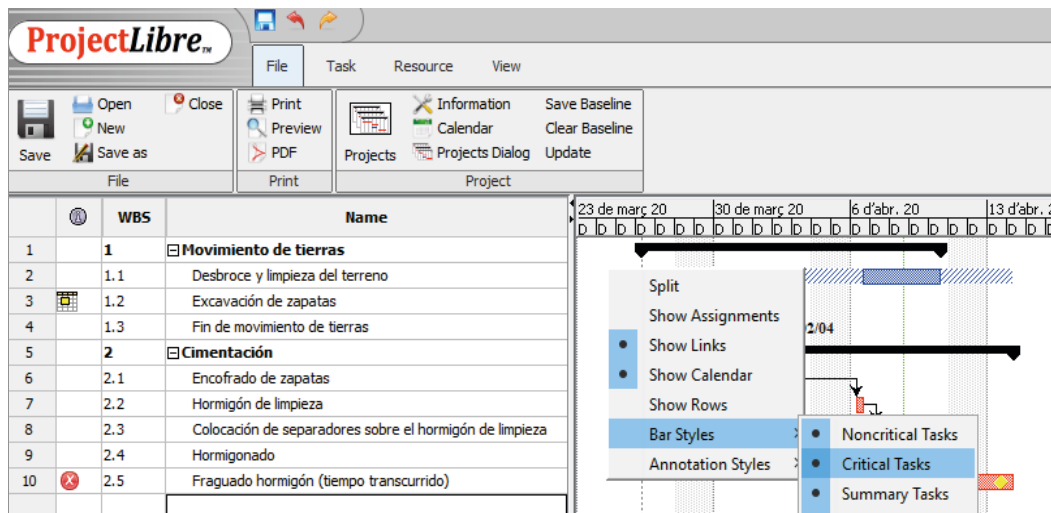

Figura 24.
Para asegurarnos de que el camino crítico se está mostrando, se debe activar la opción *Critical Tasks* en el diálogo de la figura 24 (pinchando sobre el botón derecho del ratón en la región del Gantt).
- La holgura total (*Total Slack*), H_T , son las unidades de tiempo que puede retrasarse una tarea sin que aumente la duración total del proyecto. Si es cero, la tarea es crítica. La opción para mostrar la H_T en el Gantt se encuentra al final del diálogo mostrado en la figura 24.
En el gráfico Gantt, la H_T se muestra mediante una trama rayada de color azul, a continuación de o sobre la tarea, como se muestra en la tarea 1.1 de la figura 24. Se puede añadir también la columna relativa al campo de holgura total (*Total Slack*) en la Tabla de tareas, siguiendo lo dispuesto en el apartado 4.1, para mostrar las unidades de tiempo correspondientes.